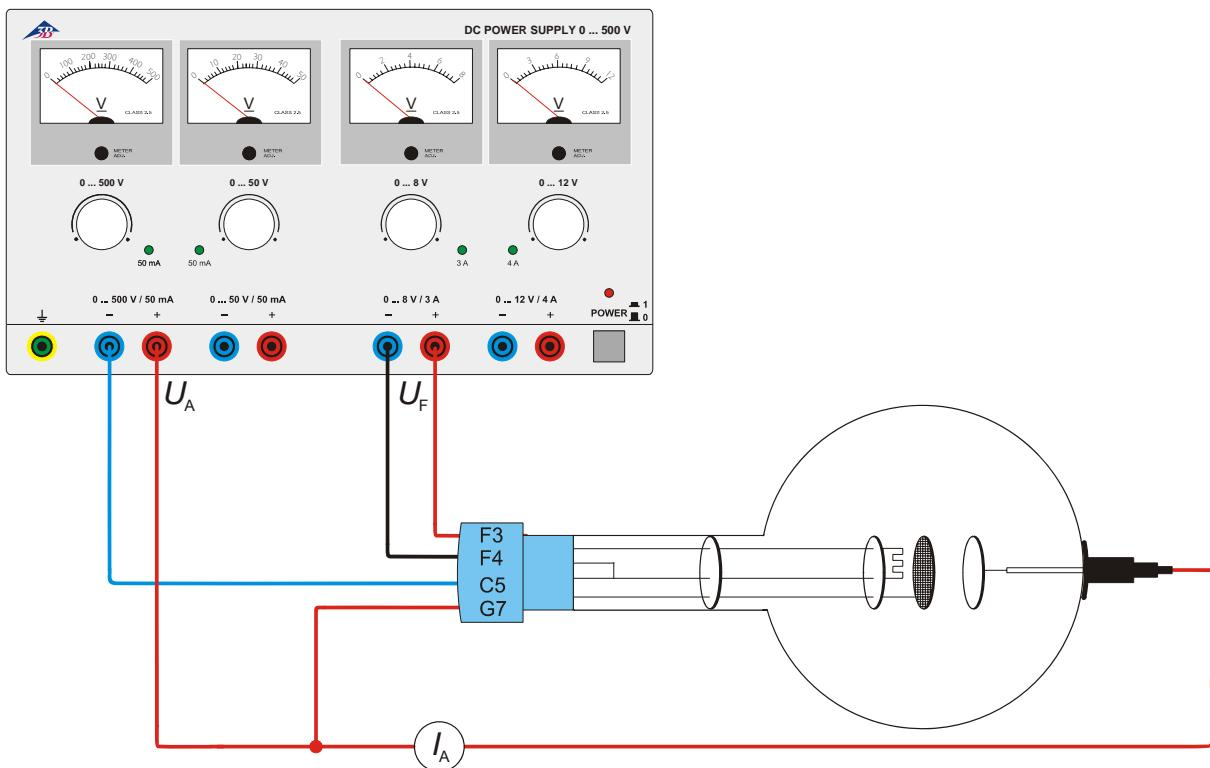

Fig. 2 Descarga provocada
- Producir a comutação segundo fig. 2.